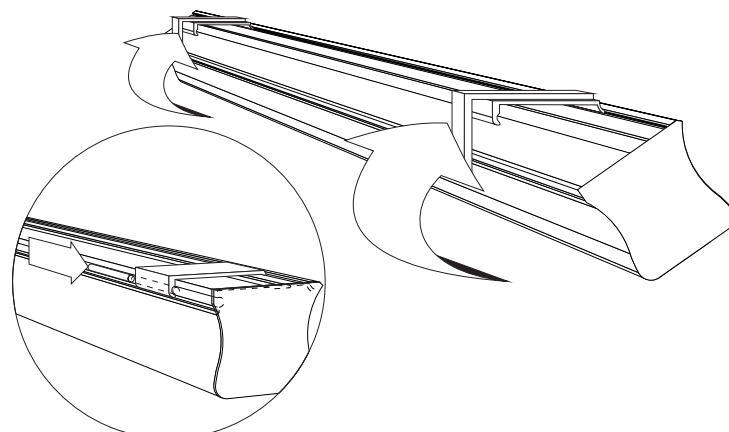

Rys.6 Instalacja ekranu na ścianie - faza 1
- Wsuń bolce montażowe ekranu w zagłębienia obudowy (patrz rys.6).